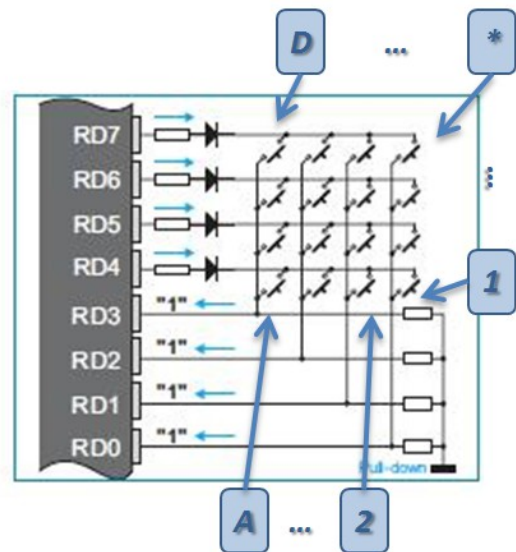

**figure 1** : exemple de réalisation du digicode
*Cet exercice est un travail de synthèse sur toutes les compétences que vous avez acquises depuis le début de cet enseignement. Vous allez devoir manipuler des ports d'entrée/sortie, configurer le timer0 et l'interruption associée puis utiliser des APIs de votre librairie assurant le pilotage l'afficheur LCD. Votre travail consistera à implémenter un DIGICODE (cf. figure 1), semblable à celui rencontré devant chez vous et à gérer le clavier matriciel associé.*